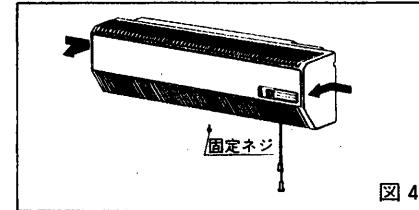

図4
- 本体を取り付けるには、梱包のためのテープをはがしてからグリル下側に付いている固定ネジをゆるめ、グリル両側を押さえて手前に引きグリルを外してください。（図4）